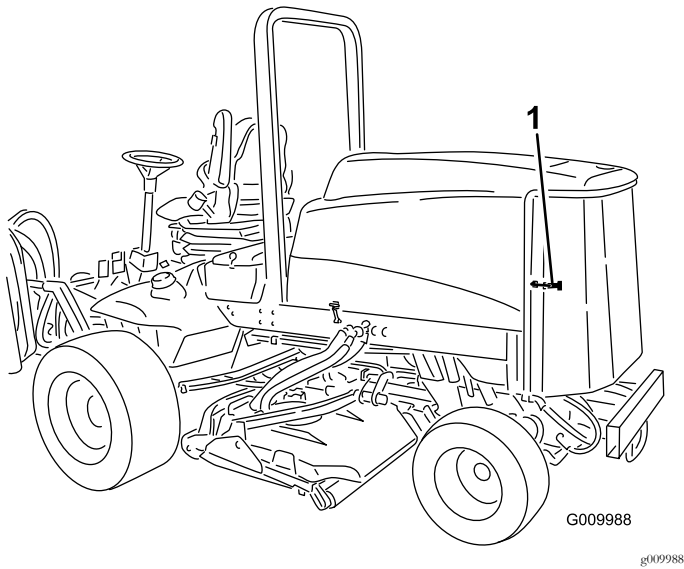

Bild 62
1. Entriegeln und schwenken Sie das hintere Gitter in die geöffnete Stellung (Bild 62).